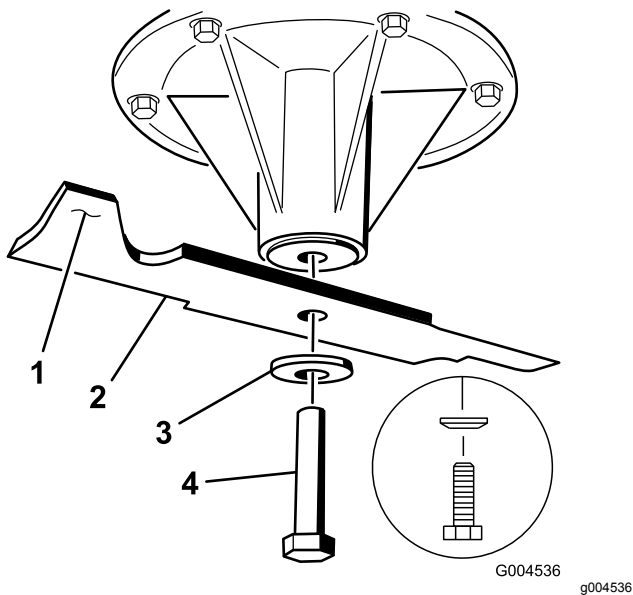

Figura 103
- Retire a cavilha da lâmina, a anilha curva, e a lâmina do eixo (Figura 103).